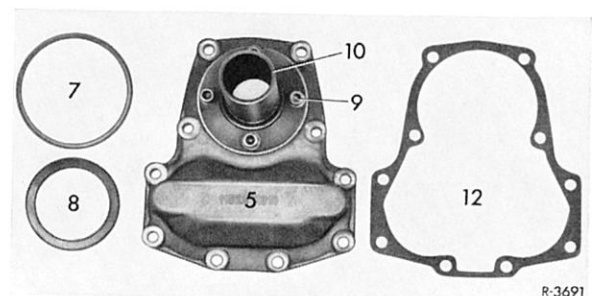

Bild 26-7/3
- 6 Abdichtring (11) mit einem geeigneten Dorn von ca. 45 mm Ø aus dem Deckel (5) herausdrücken (Bild 26-7/4).